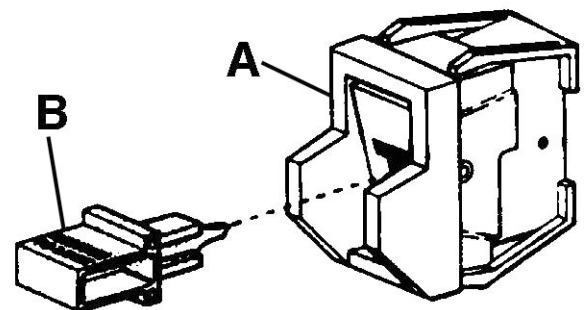

FIGURE 7
Votre scie à céramique est munie d'un interrupteur à bascule (A) Fig.7. Cet interrupteur est muni d'une clé de sécurité (B) qui, une fois retirée, vous permet de verrouiller l'interrupteur en position d'arrêt (off). Pour verrouiller l'interrupteur en position d'arrêt (off), mettez l'interrupteur en position d'arrêt (off) et tirez sur la clé de sécurité.